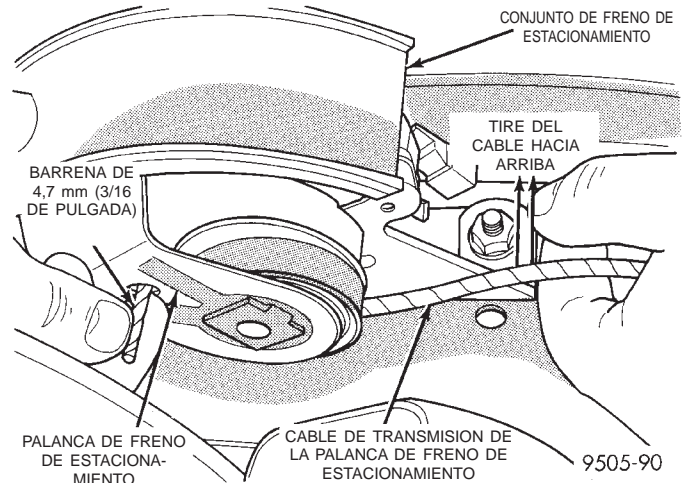

Fig. 48 Cerrador instalado en el mecanismo de freno de estacionamiento
(3) Levante el conjunto de la palanca manual de freno de estacionamiento todo lo que sea posible a fin de obtener la holgura necesaria para retirar la consola central.
(4) Retire el conjunto de consola central del vehículo.
(5) Baje la manija de la palanca de freno de estacionamiento.
(6) Tome firmemente con la mano el cable de transmisión de la palanca de freno de estacionamiento y tire hacia arriba (Fig. 48). Continúe tirando del cable hasta que pueda insertarse una barrena de 4,7 mm (3/16 de pulgada) en la manija y el engranaje de sector del mecanismo de freno de estacionamiento
(Fig. 48). De esta forma se bloqueará el mecanismo de freno de estacionamiento y liberará de tensión los cables de freno de estacionamiento.